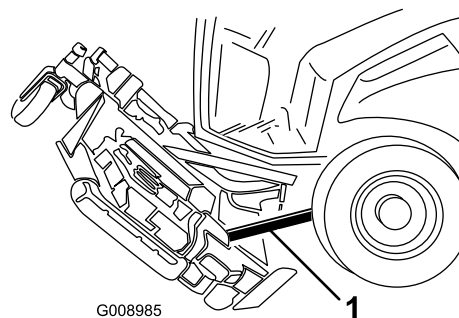

Figure 138
6. Placez une cale en bois entre l'arrière du plateau et la machine (Figure 138).